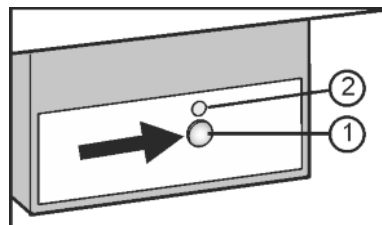

Fig. 9
- Paspauskite mygtuką „On/Off“ Fig. 9 (1), kad įsižiebtų atitinkamas šviesos diodas Fig. 9 (2).